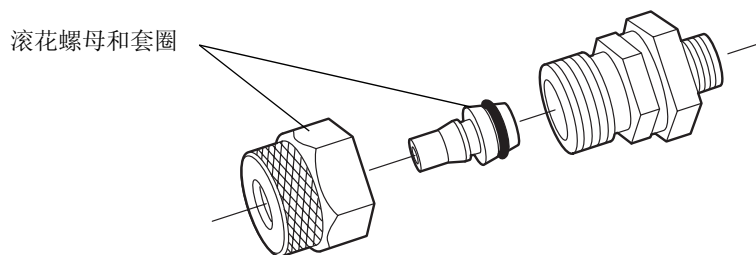

图 2-6 接头组件分解图
1. 从除水阀盖上卸下装配接头中的一个接头，然后卸下滚花螺母和套圈（图 2-6）。